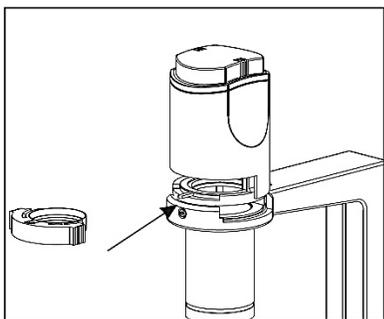

Fig. 10
2. El filtro azul se coloca en el cartucho del portafiltro. El cartucho se puede colocar fácilmente en el alojamiento de la lámpara. Sostener el cartucho con los dedos índice y pulgar y deslizarlo hacia adentro. Véase la Fig. 10.